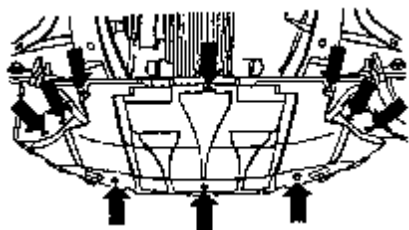

图 4-136 拆卸隔音罩
(1) 打开冷却液膨胀罐。热车时应注意,打开膨胀罐盖时会喷出炽热蒸汽,因此应用布包住盖子,慢慢开启。
(2) 如图 4-136 所示,拆卸隔音罩(箭头),将集油器 VW1306 置于发动机下。